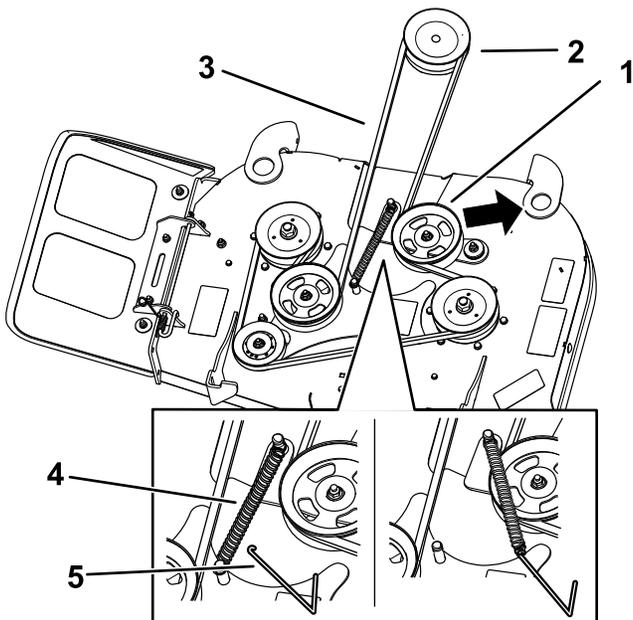
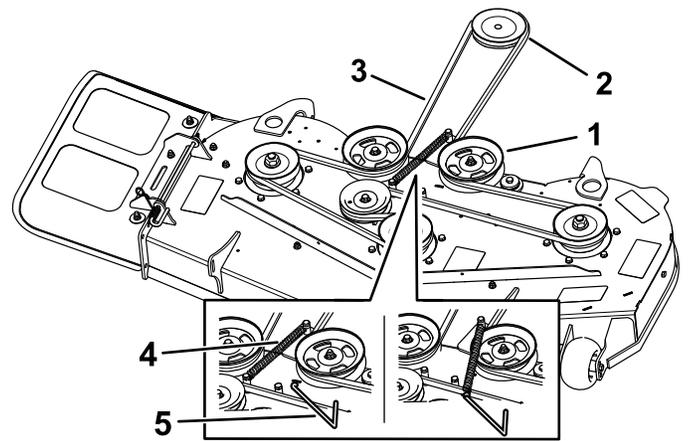

Figura 52
Figura 53
2. Parafuso (4)
5. Utilizando um removedor de molas (peça Toro n.º 92-5771), retire a mola intermédia do gancho da plataforma para retirar tensão da polia intermédia e role a correia para fora das polias (Figura 52 ou Figura 53).
6. Encaminhe a nova correia em redor da polia da embraiagem e nas polias do cortador (Figura 52 ou Figura 53).
7. Instale a mola intermédia no gancho da plataforma (Figura 52 ou Figura 53).